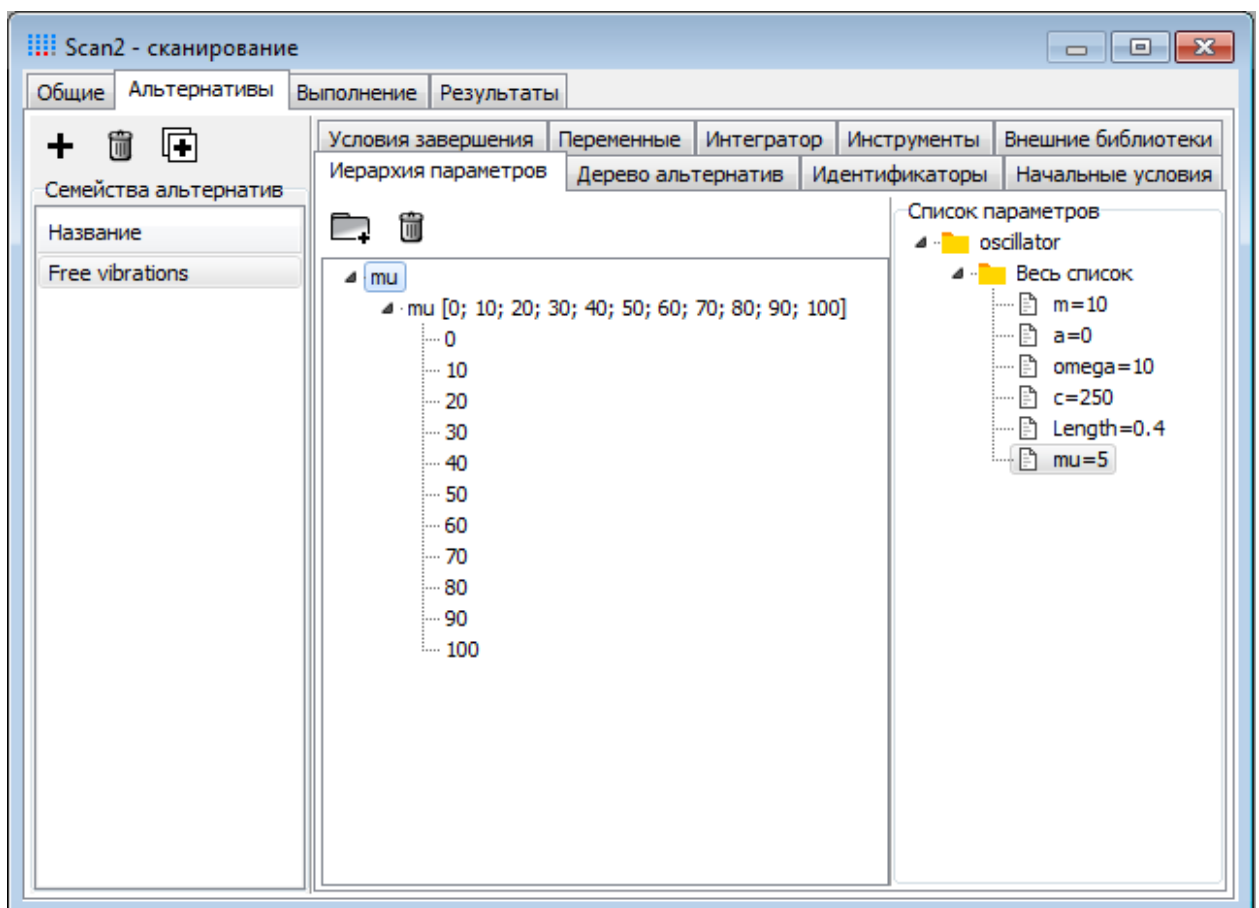

Рис. 2.6. Проект сканирования: иерархия параметров
3. Нажмите кнопку **ОК** и вернитесь в окно описания проекта сканирования. На вкладке **Иерархия параметров** в узле **Группа1** появится дочерняя группа параметров с именем  **$\mu$**  (см. рис. 2.6).
4. Вызовите контекстное меню для узла **Группа1**. В появившемся меню выберите пункт **Переименовать группу параметров...** и введите  **$\mu$** . В итоге вкладка **Иерархия параметров** будет выглядеть, как на рис. 2.6.